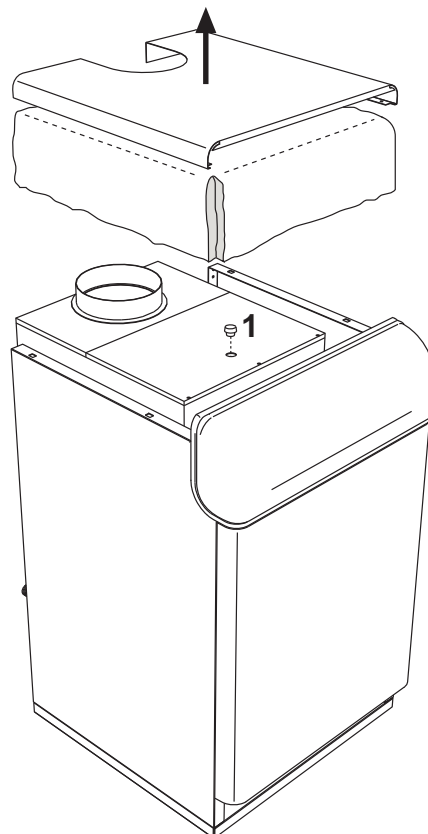

fig. 21 - Análisis de la combustión
En la parte superior del cortatiro, dentro de la caldera, hay una toma de humos (fig. 21).
3. Abra la toma de humos (1, fig. 21).